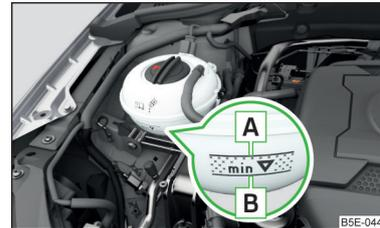

Abb. 294
**Kühlmittelstand prüfen** - der Kühlmittelstand muss zwischen den Markierungen **A** und **B** liegen » Abb. 294. Liegt der Kühlmittelstand unterhalb der Markierung **B**, das Kühlmittel nachfüllen.
Die **Spezifikation** des Kühlmittels ist auf dem Kühlmittelausgleichsbehälter aufgeführt » Abb. 294.
- Das Kühlmittel nicht über die Markierung **A** auffüllen » Abb. 294. Das Kühlmittel könnte bei Erwärmung aus dem Kühlsystem gedrückt werden - es besteht die Gefahr einer Beschädigung der Motorraumteile.